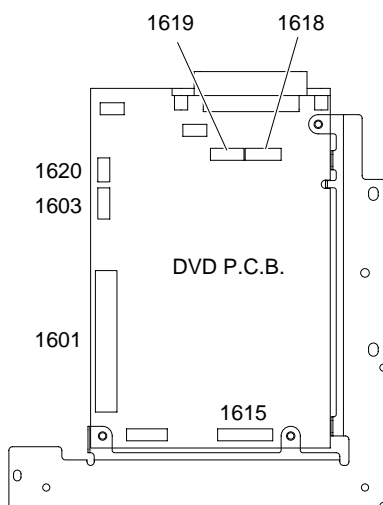

Fig. 6
- e. Remove connectors 1601, 1603, 1615, 1618, 1619 and 1620 in Fig. 6.
- e. コネクター1601、1603、1615、1618、1619、1620を外します。(Fig. 6)